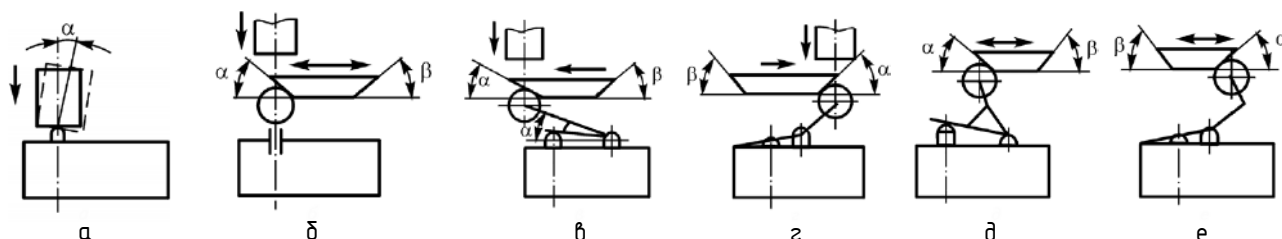

Рис. 10. Управляющие упоры:
Нормальная работа микровыключателя обеспечивается управляющими упорами (рис. 10), к которым предъявляются следующие требования:
- микровыключатели типов МП1101Л, МП1102Л, МП1104Л, МП1110Л, МПЛ1202Л, МП1204Л, МП1302Л, МП1304Л с приводом в виде толкателя или толкателя с увеличенным дополнительным ходом предназначены для работы с толкающими упорами (рис. 10, а). Упор двигается в направлении оси толкателя в пределах допустимых ходов (табл. 4), причем рабочая плоскость упора перпендикулярна его движению, а чистота ее обработки не менее $Rz=20$, острые кромки недопустимы, радиусы скруглений не менее 1мм.
- микровыключатели типов МП1105Л, МП1203Л, МП1206Л, МП1303Л, МП1305Л, с приводом в виде толкателя с роликом или шариком предназначены для работы с проходным реверсивным упором, но могут работать и с проходным нереверсивным, непроходным реверсивным и толкающим упорами (рис. 10, б), при этом угол набегания упора и сбегания β не более 40° при скорости упора до 0,25 м/с и не более 20° при скорости более 0,25 м/с;
- микровыключатели с приводом в виде рычага с роликом (рис.10, в), типов МП1106Л, МП1206Л, МП1306Л и инверсным (рис. 10, г) типа МП1107Л предназначены для работы с проходным нереверсивным упором, но могут работать и с непроходным реверсивным и толкающим упорами. Для микровыключателей с приводом рычаг с роликом угол набегания упора α равен углу установки рычага γ (30-80°). Для микровыключателей с инверсным приводом в виде рычага с роликом угол набегания α не более 40°.
Микровыключатели с селективным приводом (рис.10, д) типов МП1208Л, МП1308Л и инверсным (рис. 10, е) типа МП1109Л предназначены для работы с проходным реверсивным упором, но могут работать с проходным нереверсивным и с непроходным реверсивным упорами, при этом угол набегания упора не более 40°, а угол сбегания β не более 70°.